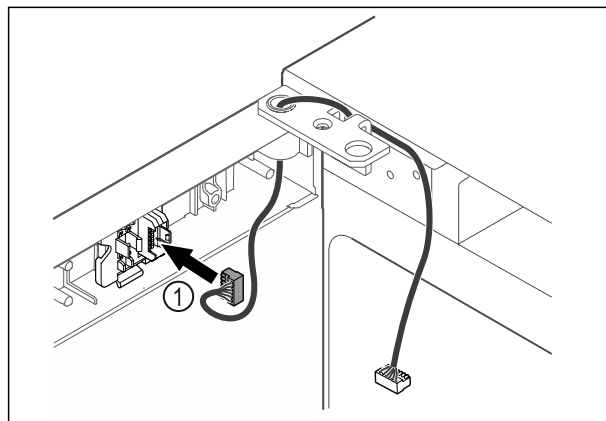

Fig. 41
- ▶ Zasuňte zástrčku Fig. 41 (1) do držáku zástrčky.